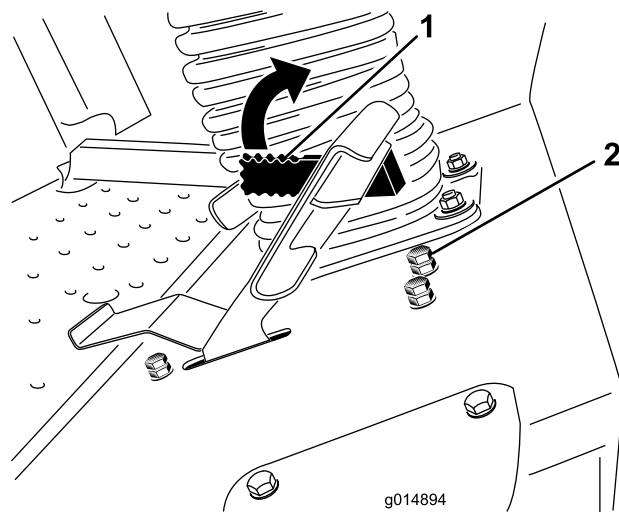

図 61
刈り込み速度リミッタ・レバー図 61 を前方に半回転させると刈り込み時の走行速度を制限することができます。
3. 刈り込み速度制限ストップ・ボルトのジャムナットをゆるめる図 61。